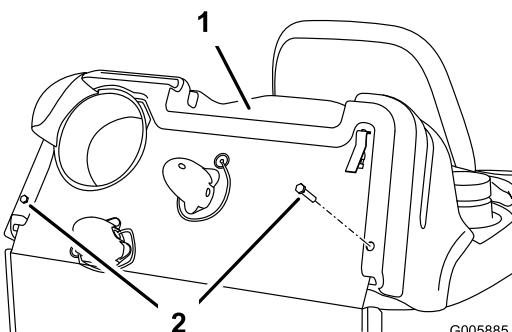

Figura 24
5. Togliete i dispositivi di fissaggio che consentono il montaggio del cofano del motore al telaio della macchina (Figura 24). Conservate tutte le parti.